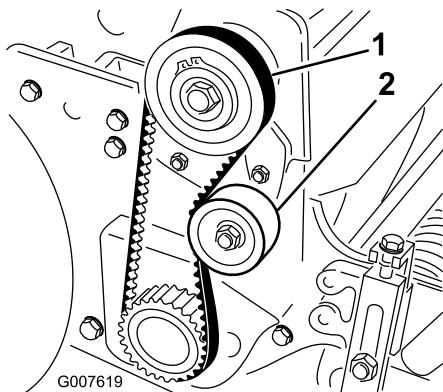

Figura 42
2. Verifique a tensão pressionando a correia a meio curso entre as polias (Figura 42) com uma força de 18 a 22 N. A correia deverá fletir-se 6 mm.
- A. Desaperte a porca de montagem da polia intermédia e incline-a para o lado de trás da correia até que obtenha a tensão desejada da correia (Figura 42).